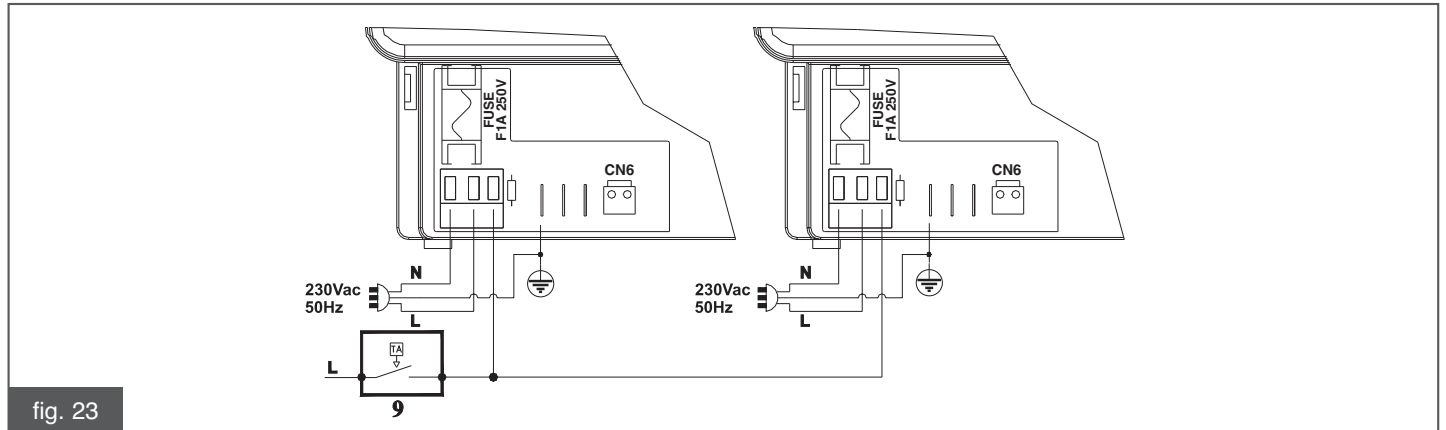

fig. 23
- Collegare i fili di FASE e NEUTRO rispettivamente ai morsetti L ed N della morsettiera. Con l'ausilio di un fast-on collegare il cavo di terra al morsetto **F2** (fig. 23). **Attenzione: in caso di inversione FASE con NEUTRO, la macchina non esegue correttamente la fase di accensione.**
- Collegare i morsetti 3 dei vari apparecchi tra di loro (fig. 23).